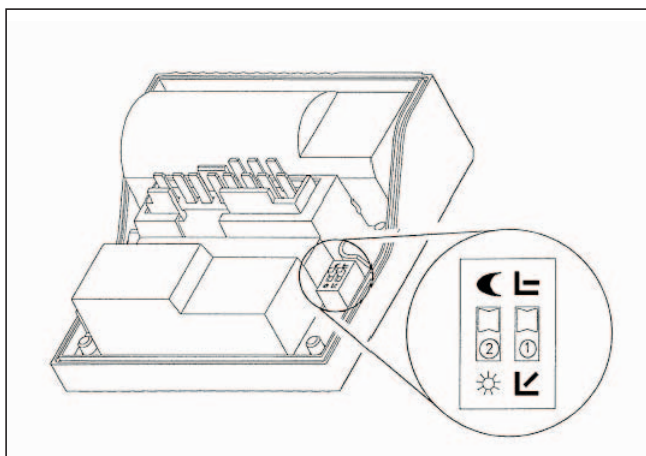

Рис. 3.3 ДИП-переключатель в крышке клеммной коробки
- Установите ДИП-переключатель 2 (рис. 3.3) в крышке клеммной коробки на символ ☾.
- Установите ДИП-переключатель 2 (рис. 3.3) на символ ☀, чтобы отключить ночное понижение температуры.